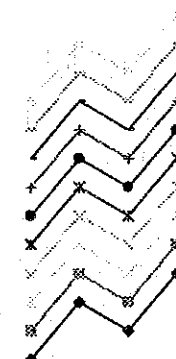

図1-5 点と線の記入例
- (e) **数値を示す点** できるだけ小さい点を打ち、直線をつなぐ。点と線の記入例を図1-5に示す。
(3) 円グラフ (パイ図、円図表も呼ぶ)